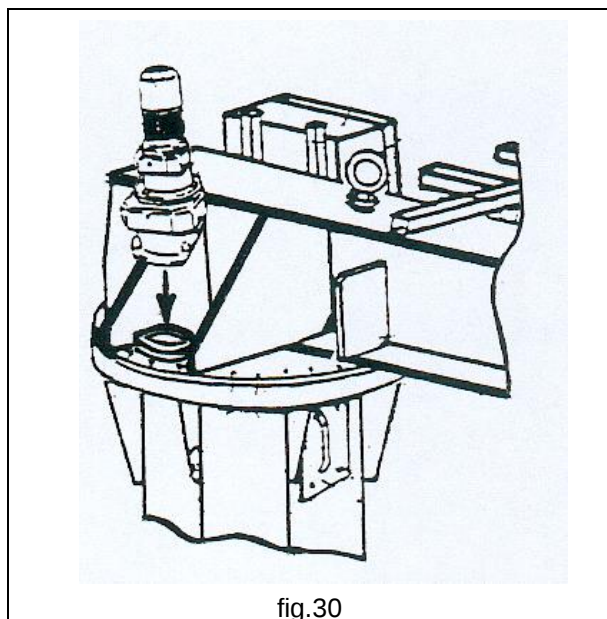

fig.30
6. Monter le réducteur (vérifier que la denture du pignon est graissée) en l'insérant dans son siège et vérifier qu'il est parfaitement logé dans sa bride de centrage soudée sur le bras (fig.30). Si cette opération est rendue difficile, parce que les dentures du pignon et de la couronne ne sont pas parfaitement alignées, il faut tourner légèrement le bras ou le moto-réducteur jusqu'à ce que les dentures soient correctement couplées.